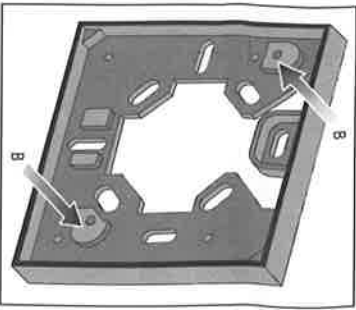

fig.3
• Socle adaptateur = cod. 01101 (Fig.3)